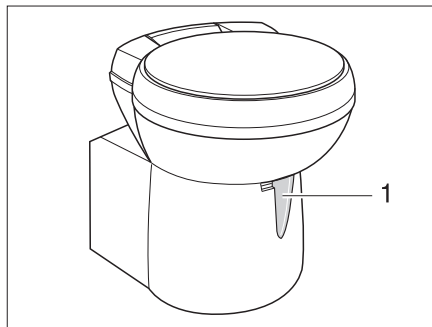

Fig. 149 Cuvette Thetford, orientable
- Avant d'actionner la chasse d'eau, ouvrir le curseur des toilettes Thetford. Pousser pour cela le levier du curseur (Fig. 149,1) dans le sens inverse des aiguilles d'une montre.
- Pousser le levier du curseur (Fig. 149,1) dans le sens des aiguilles d'une montre. Le curseur se ferme. Pour la vidange il **faut** que le curseur des toilettes Thetford soit fermé.